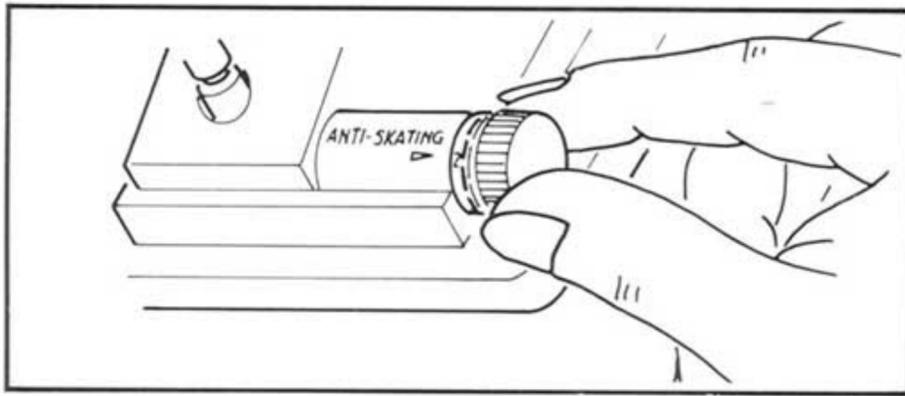

Fig. 13 Abb. 13
7. Anti-skating adjustment (Fig. 13)
7. Anti-Skating-Einstellung (Abb. 13)
(Fig. 13)